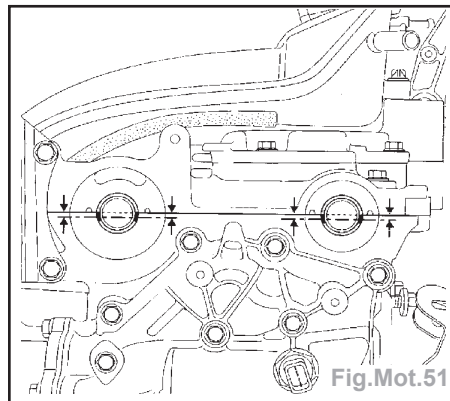

Fig.Mot.51
- Positionner les rainures horizontales et désaxées vers le bas (Fig.Mot.51).